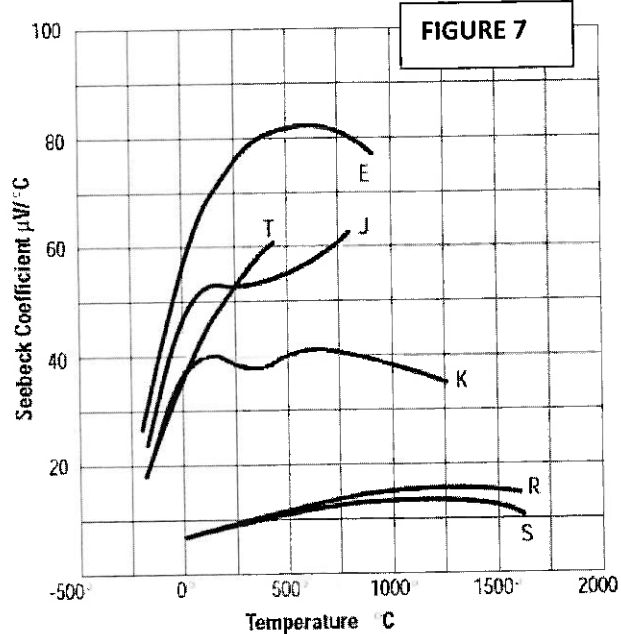

Fig.7. Coefficients Seebeck (en  $\mu V/^\circ C$ ).
Q8. Un thermocouple (TC) de type E (caractéristique présentée sur la figure 7) a ses deux extrémités à  $600^\circ C$ . La tension à ses bornes vaut  $16 \text{ mV}$ . Quelle est la différence de température (en valeur absolue) entre la jonction et les extrémités?